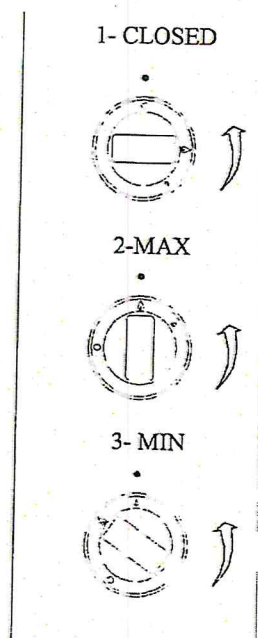

FIG.14 (Manopole) (Drehknöpfe)
- 2) Spingere la manopola del bruciatore ruotando di 90° fino alla posizione MAX (FIG.14-Rif.2);
- 5) Regolare la fiamma utilizzando la manopola (FIG.14-Rif.3);
- 6) Una volta terminata la cottura ruotare la manopola fino alla posizione CLOSED (FIG.14-Rif.1);
- 2) Den Brennerdrehknopf drücken und ihn um 90 Grad in die MAX-Stelle drehen (FIG. 14 – Nr. 2);
- 5) Die Flamme mit dem Drehknopf regulieren (FIG. 14 – Nr. 3);
- 6) Nach dem Backen den Drehknopf in die CLOSED-Stelle wieder drehen (FIG. 14 – Nr. 1).